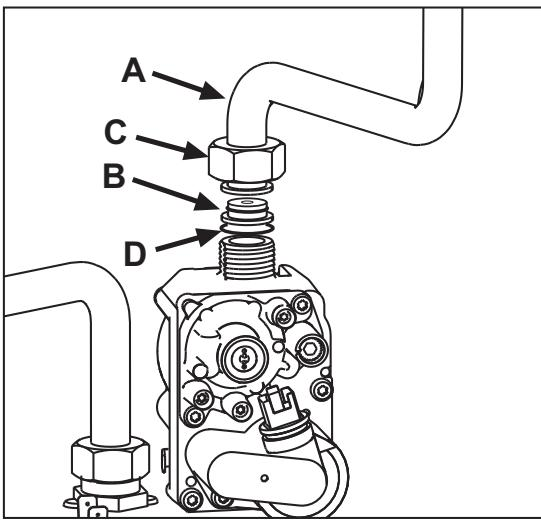

рис. 22
- Открутить колесико **C** и вынуть газовую трубу **A** из газового клапана (см. рис. 22).
- Заменить форсунку **B**, вставленную в газовую трубу, на форсунку, входящую в комплект для переоборудования на другой вид газа, вставив прокладку **D** (см. рис. 22).